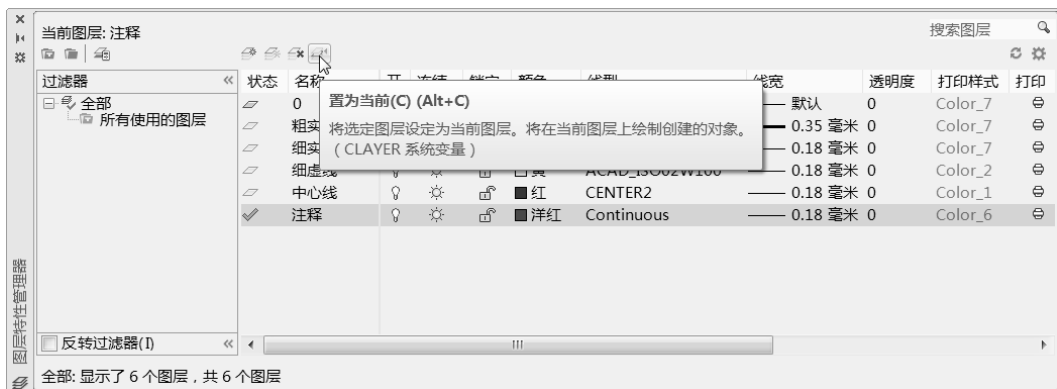

图 4-11 设置当前图层
12) 在图层列表中选择“中心线”层, 单击“置为当前”按钮, 从而将所选的“中心线”层设置为当前图层, 如图 4-11 所示。